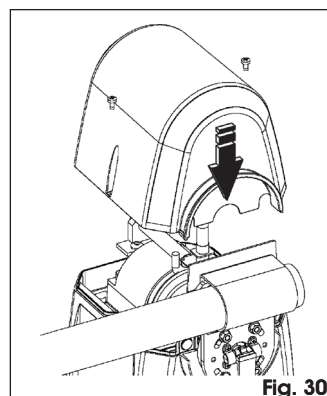

Fig. 30
- Zet de bovenkant van de behuizing er weer op, Fig. 30.